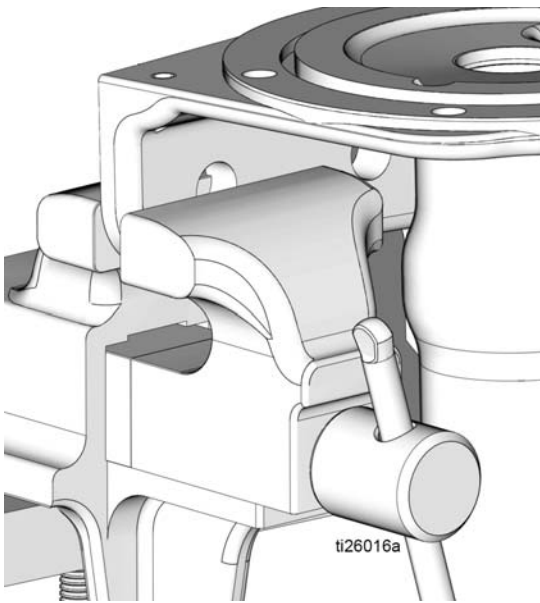

FIG. 29
1. Utiliser un chiffon propre pour essuyer la base de la pompe (1) et supprimer toute saleté ou tout contaminant. Examiner la surface et rechercher d'éventuels rayures ou dégâts. Si la base de la pompe est endommagée, remplacer la pompe.
2. Si nécessaire, remettre la base de la pompe (1) en place dans l'étau comme indiqué à la FIG. 29.